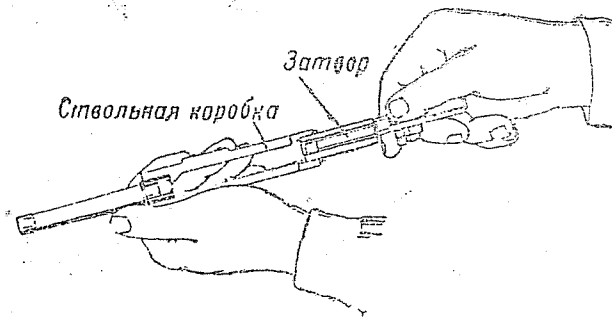

Рис. 40. Как отделить затвор
7. Выдвинуть назад затвор с шарниром, как показано на рис. 40.